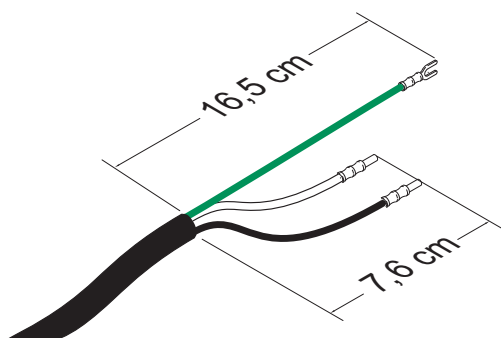

FIG. 6: Nätsladd
- Lägg till skoningar vid behov. Se Fig. 6.